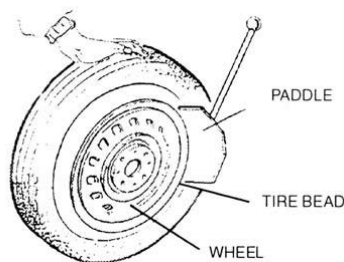

рис.5
1) **ВНИМАНИЕ:** Перед выполнением данного этапа полностью спустите воздух из шины, вывернув золотник, и уберите с колеса балансировочные грузы. 2) Полностью сведите кулачки на монтажном столе. 3) Отведите лопату отжима покрышки наружу вручную. Установите колесо напротив резинового буфера. Подведите лопату к покрышке на расстоянии 10 мм от края обода (см. рис. 5). 4) Нажмите педаль отжима до упора, для приведения в действие лопатки. Отпустите педаль, когда лопата переместится до конца по своему ходу или когда покрышка сместится во внутреннее углубление обода. 5) Немного поверните шину и повторите процедуру по всей окружности обода, пока покрышка не отойдет полностью от обода. 6) Повторите вышеописанное с другой стороной шины/колеса.